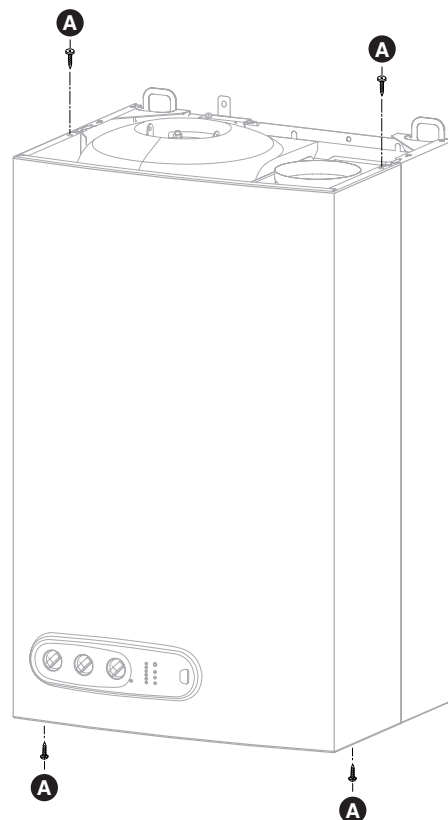

Fig. 9
- los 4 bevestigingsijzen **A** van de bekleding (fig. 9)
- de 4 bevestigingsvijzen **A** van de voorzijde vastvieren (fig. 9)